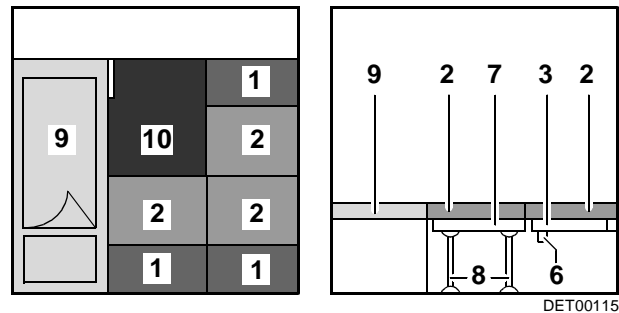

Fig. 71 Después de la transformación
- Tirar de los cojines del asiento (Fig. 71,2) hacia el centro.
- Colocar los cojines del respaldo (Fig. 71,1) entre los cojines del asiento y la pared.
- Colocar el cojín adicional (Fig. 71,10) junto a la cama (Fig. 71,9).